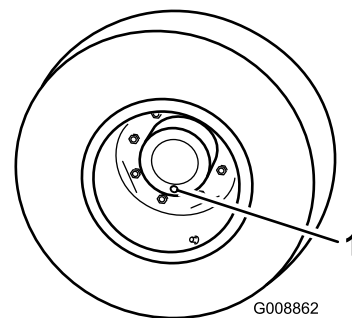

Figura 89
1. Coloque a máquina numa superfície nivelada e posicione a roda de forma a que um dos tampões de verificação se encontre na sua posição mais baixa (6 horas) (Figura 89).